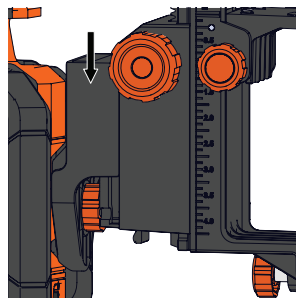

Figura 31
4. Con el láser instalado, deslice el montaje del láser en el montaje en riel hasta que haga clic en su lugar. (Figura 31)